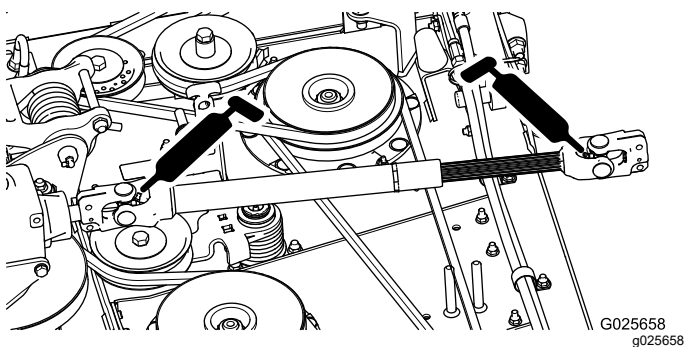

Figura 22
- Árbol de transmisión de la TDF (2) (Figura 22)